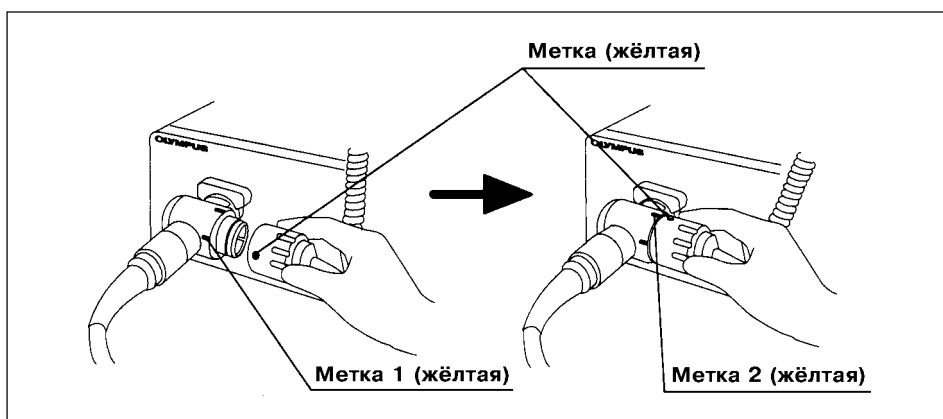

Рис. 3.7.
3. Совместите метку на коннекторе кабеля видеоскопа с меткой 1 на электрическом контактом разъёме и вставьте кабель видеоскопа в разъем плавным надавливанием до упора (см. рис. 3.7).
4. Поверните кабель видеоскопа по часовой стрелке до упора (см. рис. 3.7).